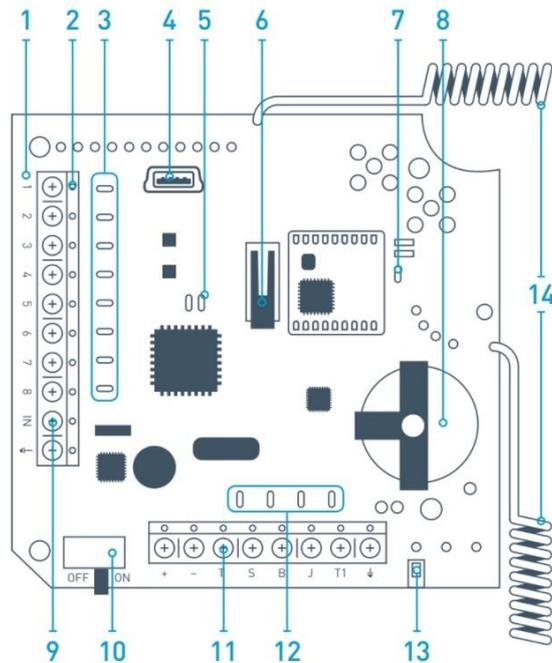

Abb. 1. Funksensorempfänger ocBridge Plus
1. Schließen Sie ocBridge Plus mit Hilfe eines USB-Kabels (Typ A – miniUSB) über den Anschluss «4» (Abb. 1) an den Computer an. Schalten Sie den Empfänger mit dem Schalter «10» ein (Abb. 1).